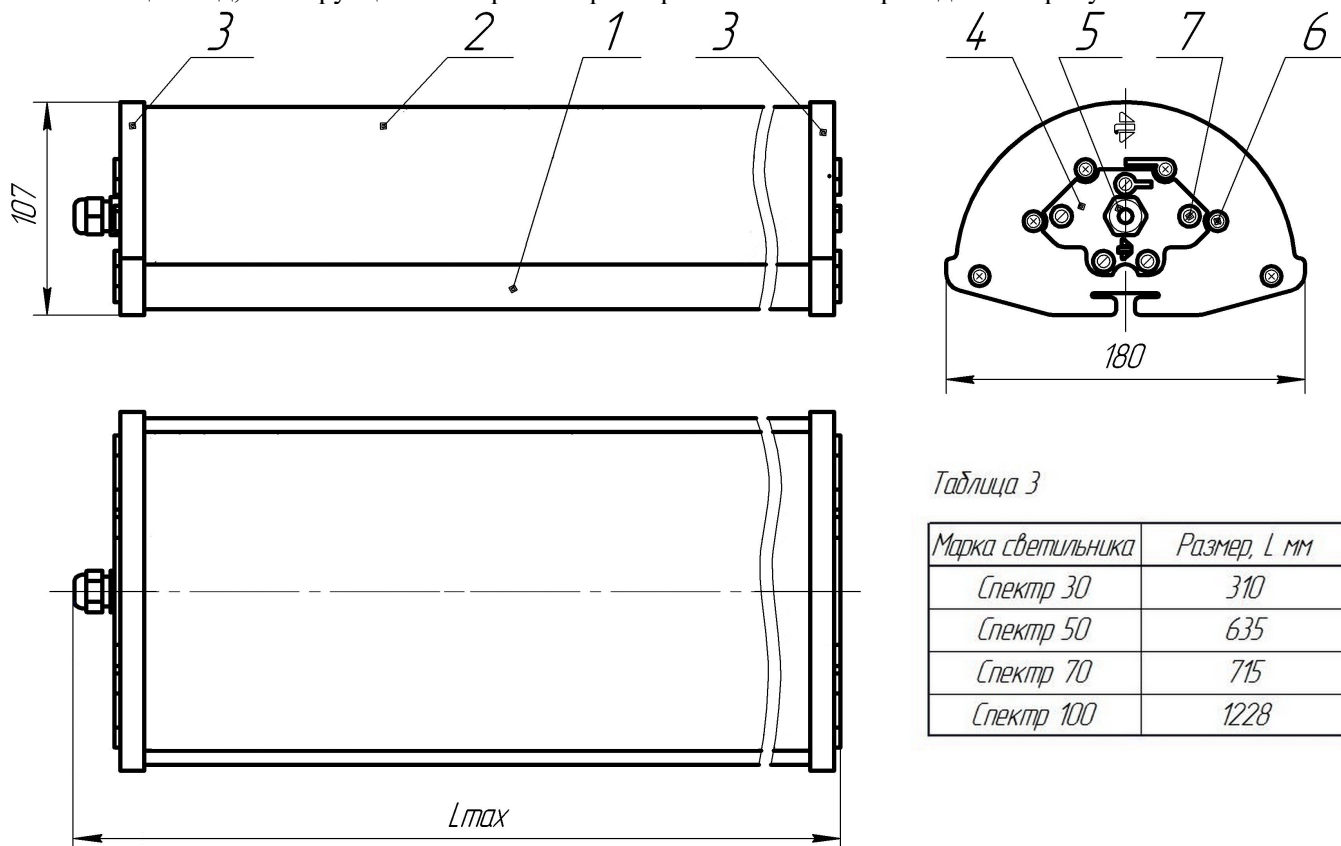

Рисунок 1
1.4.1. Светильник состоит (см. Рис.1) из корпуса, изготовленного из алюминиевого сплава, который является несущим элементом светильника (поз.1), прозрачного неокрашенного защитного стекла из ударопрочного поликарбоната (поз.2), двух крышек (поз.3), двух крышек малых (поз.4), кабельного ввода (поз.5), крепежных винтов (поз.6 и поз.7).
-ввести сетевой провод через кабельный ввод (рис.1 поз.5) в крышке малой (рис.1 поз.4) и подсоединить его к контактному устройству, согласно маркировке;
-установить крышку малую (рис.1 поз.4) на крышку (рис.1 поз.3) и закрутить винты (рис.1 поз.7) до упора;
-затянуть гайку кабельного ввода (рис.1 поз.5) до упора.